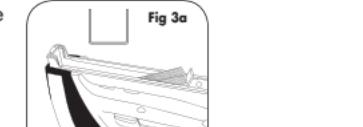

Fig 3a
4. **AGRAFES :** Placez les agrafes dans le magasin, les pointes étant dirigées vers le haut et hors de l'outil (**Fig 3a**). N'essayez jamais de retirer complètement le poussoir car cela pourrait endommager l'outil et annuler la garantie. Fermez le poussoir jusqu'à ce qu'il s'enclenche et repose en place.